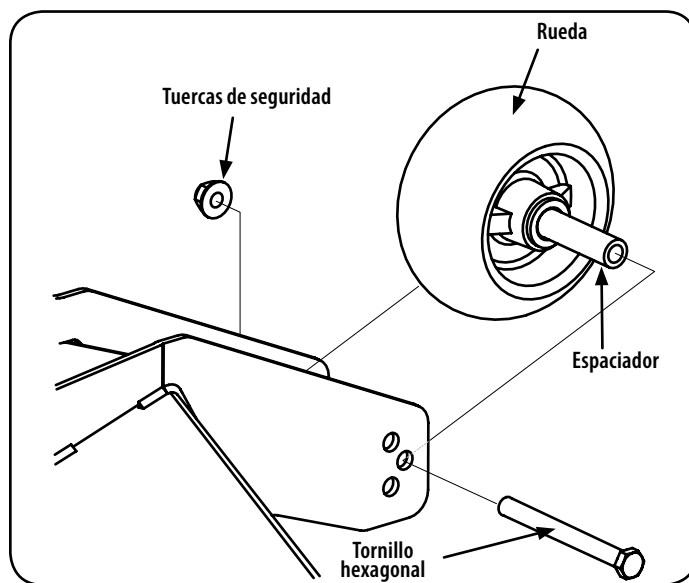

Figura 7
2. Retire la tuerca de seguridad que fija uno de los tornillos hexagonales de las ruedas de calibración delanteras a la plataforma. Retire la rueda de calibración, el tornillo hexagonal y el espaciador. Consulte la Figura 7.